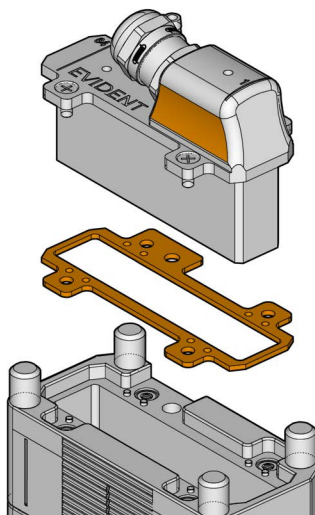

Figura 5-6 Sonda e gaxeta
3. Puxe a sonda para cima pela saliência no invólucro da sonda (veja a Figura 5-6 na página 79).
NÃO PUXE a sonda pelo cabo. Isto pode causar danos à sonda phased array. Puxe a sonda pelo seu invólucro (veja a Figura 5-6 na página 79).
Quando a sonda estiver sendo substituída, é importante reinstalar a gaxeta debaixo do flange da sonda (veja a Figura 5-6 na página 79).